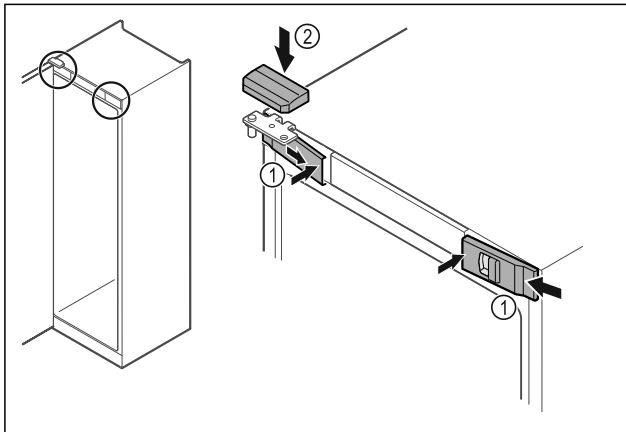

Fig. 55
- ▶ Obesite sprednje pokrove Fig. 55 (1) stransko in jih namestite v notranjosti, da se zaskočijo.
- ▶ Zgornji pokrov Fig. 55 (2) namestite z zgornje strani.